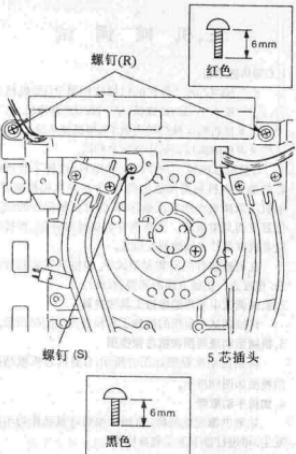
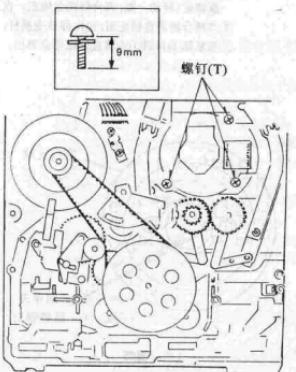
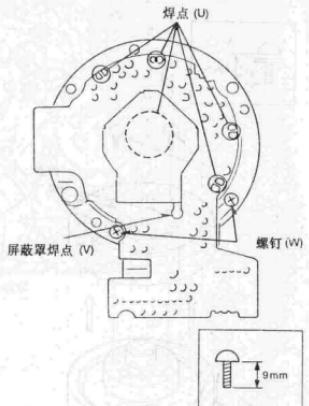

图59
图60
图61
- 步骤：①如图59所示，旋出2个螺钉(R)，取出磁头放大器；
- ②旋出1个螺钉(S)，取出地线；
③拔出鼓驱动电路板上的5芯插头；
④如图60所示，旋出3个螺钉(T)，取出鼓电机（包括鼓电机上的鼓驱动电路板）；
⑤在安装新的鼓电机时，首先旋上3个螺钉(T)，安上地线，再旋上1个螺钉(S)，重新安上磁头放大器和5芯插头，旋上2个螺钉(R)。
- 注意：**①由于鼓电机与机芯之间只有很小的空隙，所以在取鼓电机时要特别小心。
②安装新的鼓电机时，用磁头清洗剂沿带运转方向轻轻擦拭视频磁头；
③换完新的鼓电机后，检查操作；
④如果需要进一步检修的话，须进行“磁带互换性调整”。
- 步骤：①取下鼓电机（参见上节）；
②将鼓电机倒置；
③如图61所示，将焊接屏蔽罩的焊点(V)焊开，取下屏蔽罩；
④按照图61中箭头所示，将18个焊点(U)焊开（包括屏蔽罩里面的10个焊点）；
⑤旋出2个螺钉(W)，取下鼓驱动电路板；
⑥恢复步骤与上面步骤相反。
- 步骤：①取下鼓驱动电路板（参见上节）；